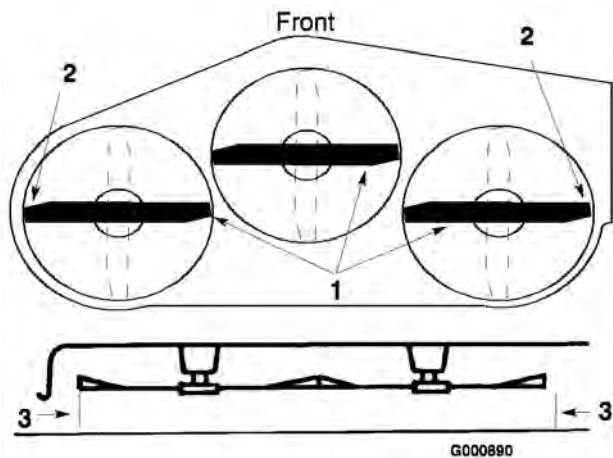

Bild 45
- Drehen Sie die Schnittmesser vorsichtig von einer Seite zur anderen (Bild 45). Messen Sie den Abstand zwischen den äußeren Schnittkanten und der ebenen Oberfläche (Bild 45). Wenn beide Messwerte nicht innerhalb von 4,75 mm liegen, ist eine Einstellung erforderlich; siehe Schritte 5 und 6.